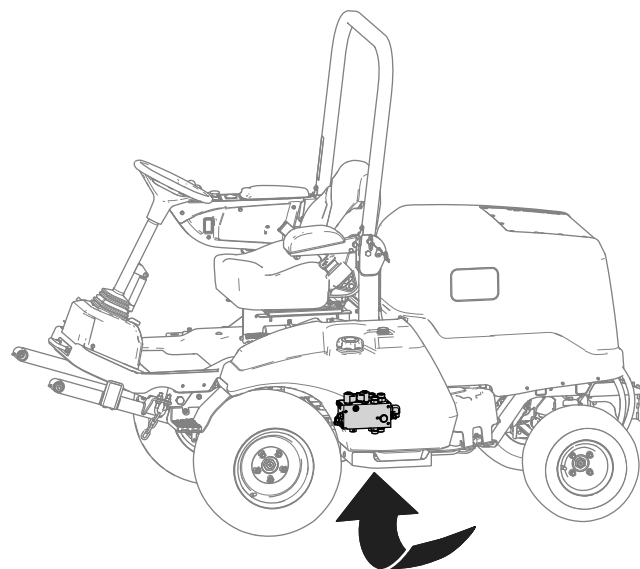

図 19
3. マシン下部にある昇降マニホールドを探し出す 図 19。